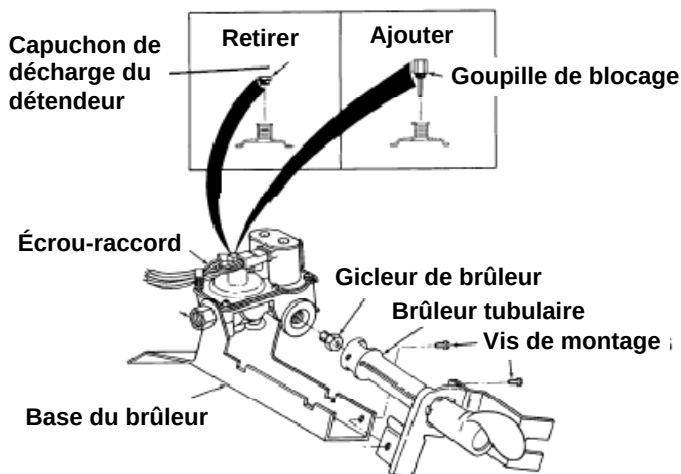

FIGURE 4
11. Retirer le brûleur tubulaire de l'ensemble en retirant les deux (2) vis qui le maintiennent à la base du brûleur. Voir Figure 4.
12. Ôter le gicleur de brûleur de l'électrovanne et le remplacer par le gicleur adapté fourni avec cet ensemble. Le numéro du gicleur est poinçonné sur l'une des faces de sa tête hexagonale. Bien serrer. Voir Figure 4.
15. Ôter le capuchon de décharge (dispositif de réduction des fuites) du détendeur. Voir Figure 4.
16. Visser la nouvelle goupille de blocage avec les doigts. Ne pas la serrer plus d'1/8 de tour pour assurer l'étanchéité. Voir la Figure 4.
- Vérifier que le capuchon de décharge du détendeur est remplacé par la goupille de blocage conformément à la Figure 4 (modèle de style "A" uniquement).